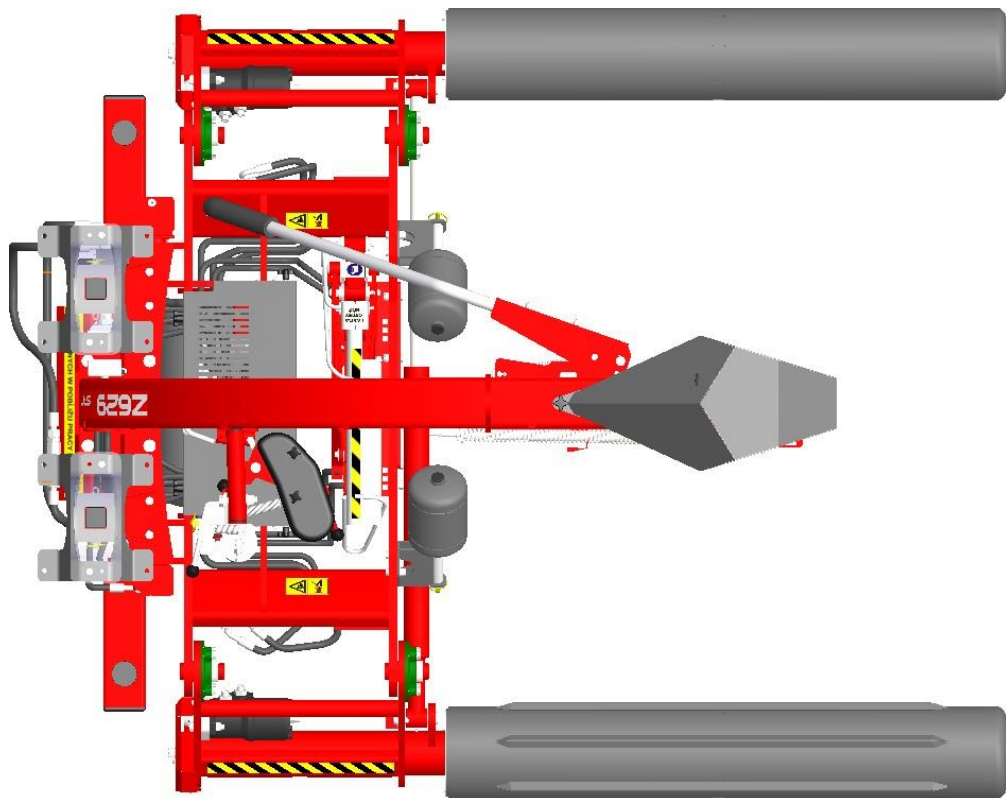

Рисунок 8. Обмотчик в исходном положении (вид сверху)
- Выполните несколько вращений верхним обмоточным рычагом на низкой и высокой скорости. Остановите рычаг в исходном положении (рис. 8).
- выполните автоматическую обмотку: верхний обматывающий рычаг должен вращаться по часовой стрелке, если смотреть сверху, плавно перемещаться и отпускаться; после выполнения запрограммированного количества оборотов рычаг должен остановиться в исходном положении (рис. 8),